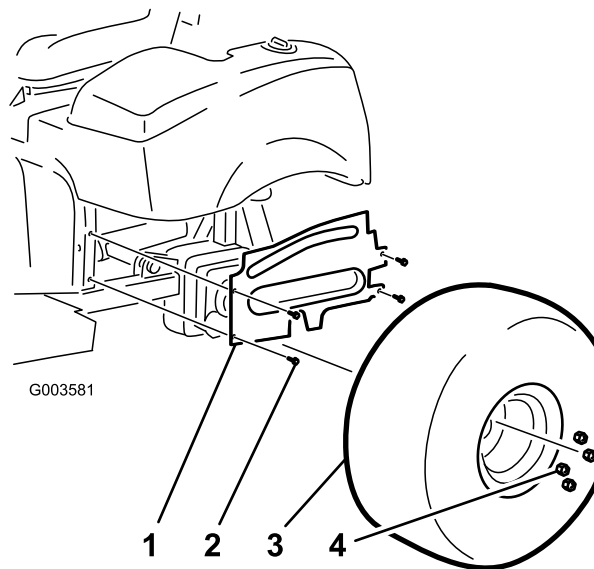

Figura 3
4. Togliete le quattro viti a testa flangiata che fissano il paraframma della ruota sinistra al telaio (Figura 3). Togliete il paraframma e conservatelo.